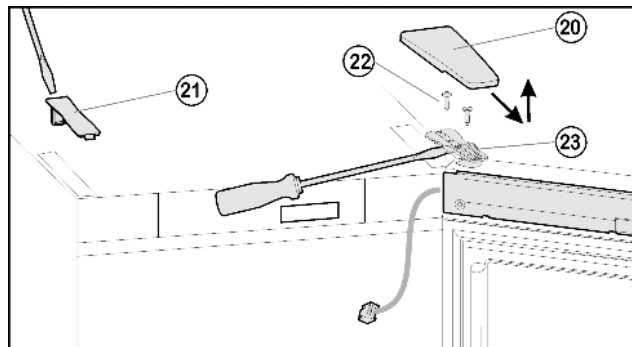
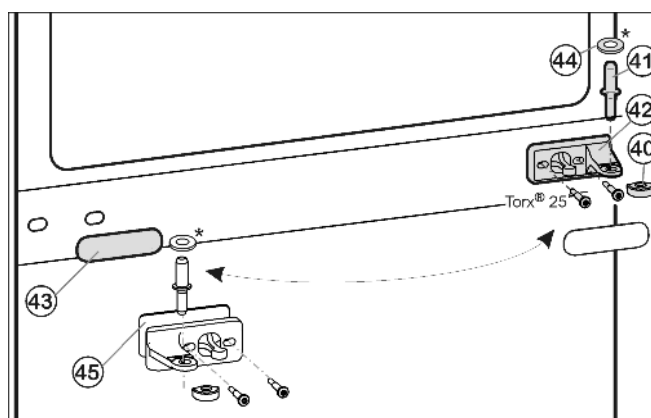
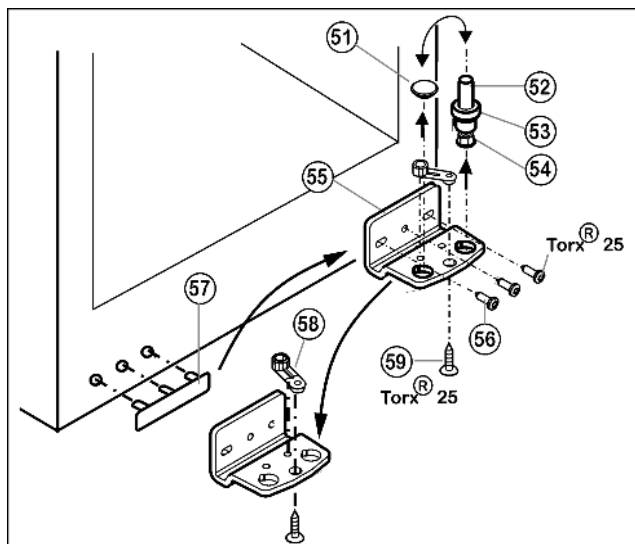

Fig. 6
Fig. 7
Fig. 8
- ▶ Крышку Fig. 6 (20) снимите движением вперед и вверх
- ▶ Снимите крышку Fig. 6 (21).
- ▶ Полностью выверните винты Fig. 6 (22).
- ▶ Снимите дверцу вместе с опорным кронштейном Fig. 6 (23) и кабелем вверх. Для снятия, возможно, понадобится осторожно подцепить опорный кронштейн снизу шлицевой отверткой.
- ▶ Вытащите из опорного кронштейна и нижней дверцы средний опорный палец Fig. 7 (41).
- ▶ Снимите пластмассовый колпачок Fig. 7 (40).
- ▶ Открутите средний опорный кронштейн Fig. 7 (42) (2 шт. Torx® 25).
- ▶ Осторожно снимите накладку Fig. 7 (43).
- ▶ Прикрутите средний опорный кронштейн Fig. 7 (42) с подкладкой Fig. 7 (45) с поворотом на 180° на новую сторону шарнира (с моментом 4 Нм).
- ▶ Защелкните накладку Fig. 7 (43), повернув на 180°, на стороне, где теперь будет ручка.
- ▶ Извлеките опорный винт Fig. 8 (52) в комплекте с шайбой Fig. 8 (53) и регулируемой опорой Fig. 8 (54), вытягивая его вверх.
- ▶ Снимите пробку Fig. 8 (51).
- ▶ Открутите Fig. 8 (56) опорный кронштейн Fig. 8 (55).
- ▶ Открутите Fig. 8 (59) опорную деталь Fig. 8 (58) и, переставив в отверстие на противоположной стороне опорного кронштейна, снова прикрутите.
- ▶ Осторожно снимите и переставьте на противоположную сторону крышку со стороны ручки Fig. 8 (57).
- ▶ Снова прикрутите опорный кронштейн Fig. 8 (55) на новой стороне шарнира (с моментом 4 Нм). При необходимости используйте аккумуляторный шуруповерт.
- ▶ Переставьте пробку Fig. 8 (51) в свободное отверстие.
- ▶ Вновь установите опорный винт Fig. 8 (52) в комплекте с шайбой и регулируемой опорой. При этом фиксатор должен быть направлен назад.
- ▶ Установите дверь сверху на опорный палец Fig. 8 (52).
- ▶ Снова наденьте пластмассовый колпачок Fig. 7 (40) на средний опорный кронштейн Fig. 7 (42).
- ▶ Вставьте средний опорный палец Fig. 7 (41) через средний опорный кронштейн Fig. 7 (42) в нижнюю дверцу.
► Установите верхнюю дверцу на средний опорный палец Fig. 7 (41), закройте дверцу и установите верхний опорный кронштейн Fig. 6 (23) так, чтобы он защелкнулся в верхней стороне устройства.
► Закрутите опорный кронштейн Fig. 6 (23) (с усилием 4 Нм). При необходимости просверлите отверстия или используйте аккумуляторную отвертку.
► Защёлкните крышку Fig. 6 (20) и крышку Fig. 6 (21).
► При необходимости выровняйте дверцы через два продольных паза в нижнем опорном кронштейне Fig. 8 (55) и среднем опорном кронштейне Fig. 7 (42) параллельно корпусу устройства. Для этого выкрутите средний винт на нижнем опорном кронштейне Fig. 8 (55).